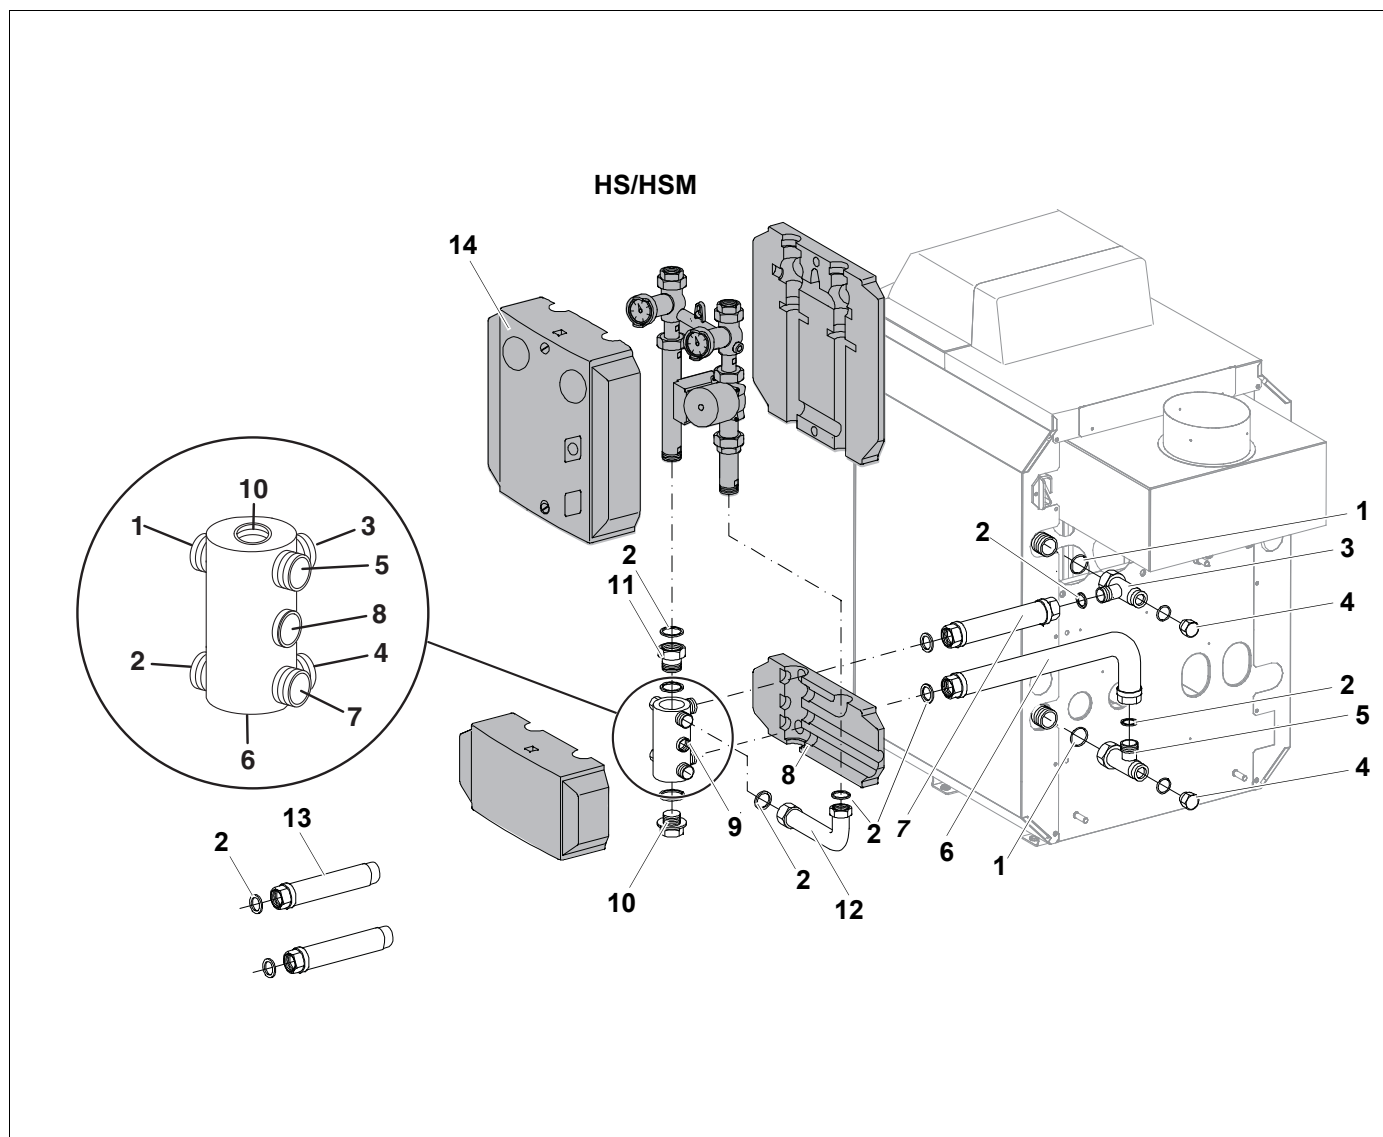

Рис. 6 Монтаж сбоку параллельно справа
Нумерация штуцеров многофункциональной гребенки должна обязательно соответствовать нумерации подключений на рис. 6. Все четные и все нечетные номера подходят друг к другу на водяном контуре.
- Приверните комплект подключения отопительного контура со смесителем (HSM) или без него (HS) в соответствии с рис. 6.